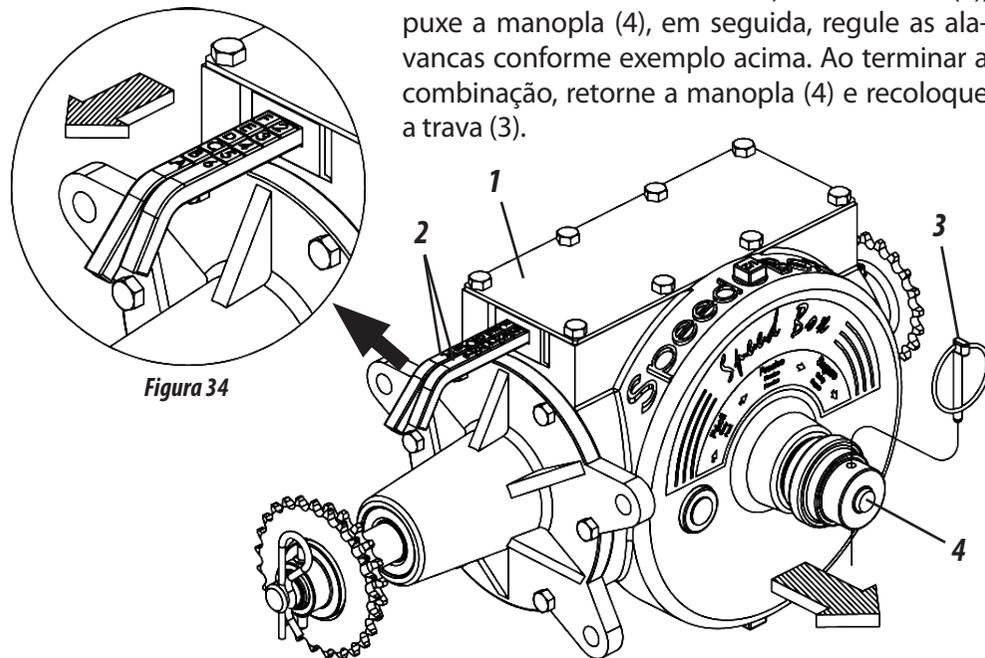

Figura 34
SPEED BOX (FIGURA 34)
- 1- Selecione a quantidade desejada nas tabelas e verifique a combinação correspondente nas alavancas (2). **Exemplo:** Posição **F2** na tabela, indica que a alavanca com letras deve estar na posição **"F"** e a alavanca com números deve estar na posição **"2"**, conforme mostra a figura 34.
- 2- Para movimentar as alavancas, retire a trava (3), puxe a manopla (4), em seguida, regule as alavancas conforme exemplo acima. Ao terminar a combinação, retorne a manopla (4) e recoloca a trava (3).